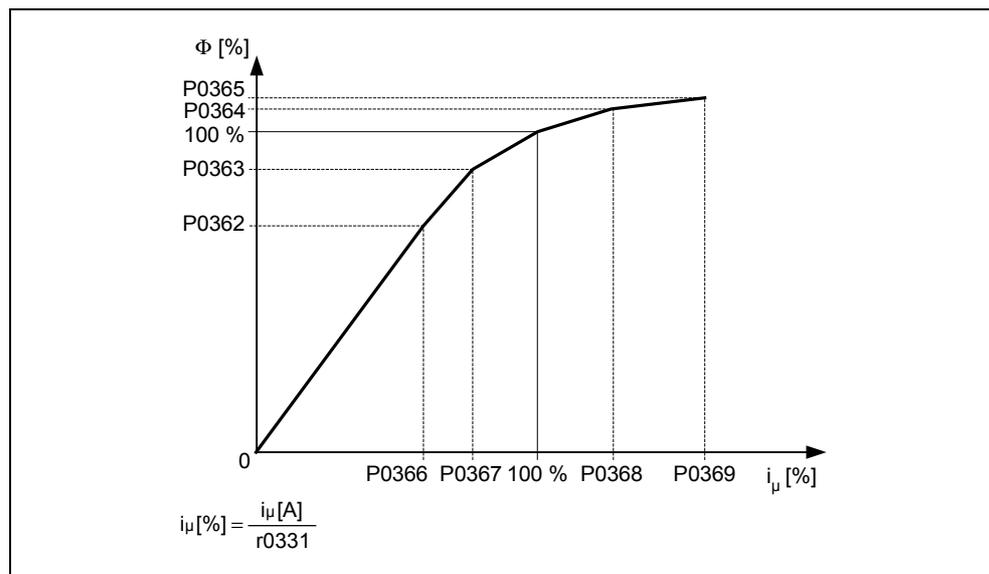

Bild 3-24 Magnetisierungskennlinie
- Magnetisierungskennlinie (siehe Bild 3-24) → P1910 = 3